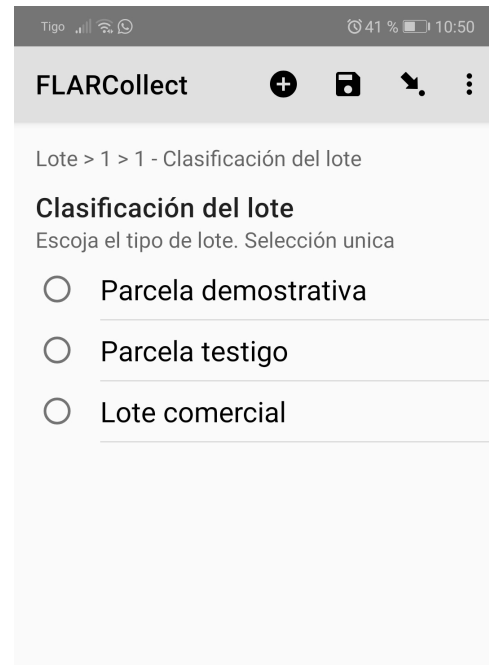

Figura 22. Clasificación lote
**1 Clasificación del lote.** Para este caso se cuenta con tres opciones: Parcela demostrativa, Parcela testigo y Lote comercial. Las opciones de parcela demostrativa y parcela testigo son para sitios experimentales, según sea el objetivo del lote. La opción lote comercial es para los lotes dedicados exclusivamente a la producción comercial de granos o semillas de arroz [Figura 22].